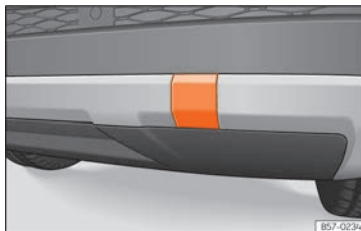

Fig. 103 En el lado derecho del paragolpes trasero: retirar la tapa.
El alojamiento de la argolla de remolque enroscable se encuentra en el lado derecho del paragolpes trasero detrás de una tapa » **fig. 103**. Los vehículos equipados de serie con un dispositivo de remolque **no** disponen
- Presione sobre la zona superior de la tapa » **fig. 103** para desencastarla.